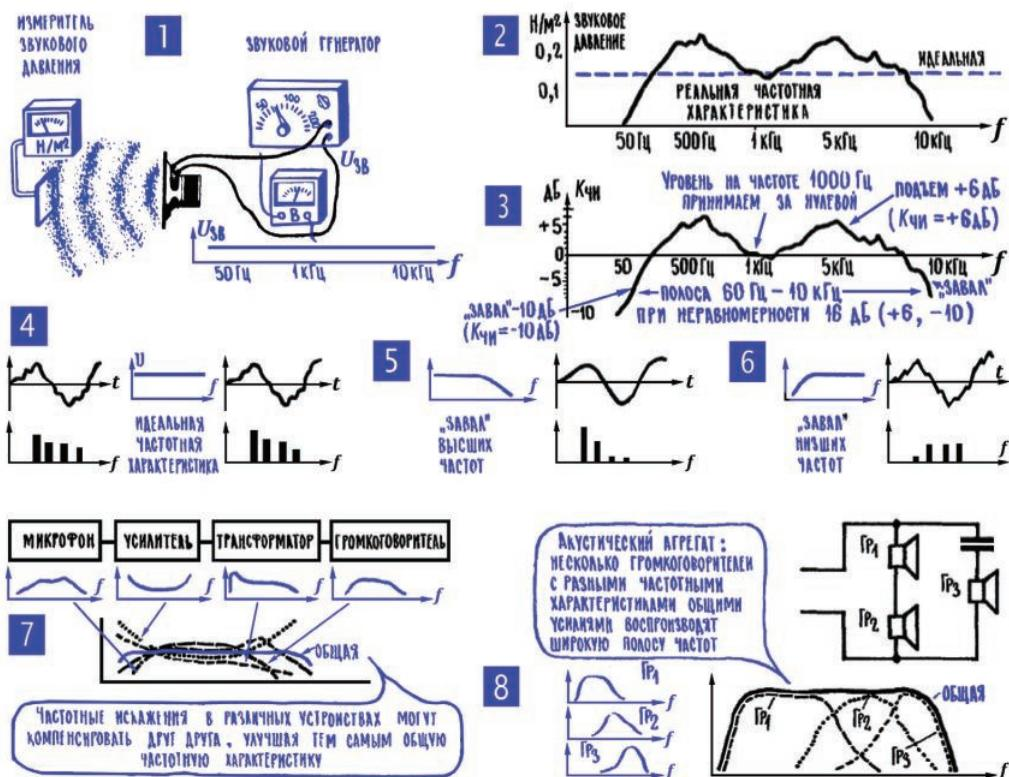
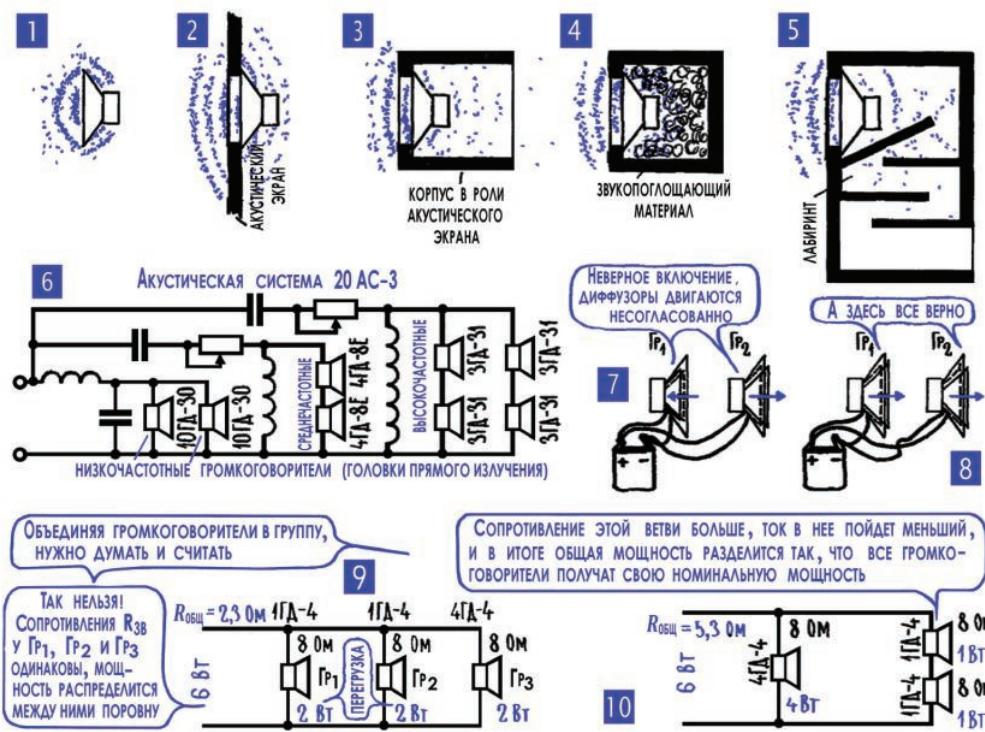

Рис. 8.8. Частотные свойства громкоговорителей (динамиков)
Рис. 8.9. Акустические системы (колонки)
**13. Частотные искажения: в спектре сигнала меняются соотношения между отдельными составляющими.** Другой вид искажений формы сигнала, с которым мы встречаемся в громкоговорителе, а затем еще не раз встретимся в других устройствах, – это частотные искажения. Здесь никакие новые составляющие в спектре не появляются, а меняются соотношения между «старыми» составляющими сигнала (рис. 8.8).
**14. Частотная характеристика громкоговорителя показывает, насколько хорошо он преобразует ток в звук на разных частотах.** С частотными характеристиками мы уже встречались, когда пытались выяснить, как ведут себя те или иные элементы электрической цепи при изменении частоты переменного тока (гл. 6; 18). Для того чтобы получить частотную характеристику громкоговорителя, нужно подвести к нему переменное напряжение, менять частоту этого напряжения (поддерживая все время одинаковой его амплитуду, число вольт) и одновременно измерять звуковое давление (рис. 8.8; 1). Желаемая частотная характеристика громкоговорителя – прямая линия, она говорит о том, что громкоговоритель будет одинаково хорошо преобразовывать ток в звук на всех частотах. Пусть даже не на всех. На всех, пожалуй, и не нужно, идеальным вполне можно было бы назвать громкоговоритель, если бы его частотная характеристика была прямой в диапазоне примерно от 20 Гц до 20 кГц, то есть в том диапазоне, в котором слышит человеческое ухо.
Частотные характеристики громкоговорителя с большим диффузором имеют понижение, или, как принято говорить, завал, в области высших частот – за счет большой инерции большому диффузору, захватывающему большие объемы воздуха, с увеличением частоты все труднее следовать за изменениями тока. Но зато громкоговорители с большим диаметром диффузора хорошо воспроизводят низшие звуковые частоты, и их так и называют – низкочастотными. А маленькие диффузоры, наоборот, легко двигаются на высших частотах, но плохо излучают на низших, за что их и называют высокочастотными. Есть громкоговорители универсальные, они удовлетворительно воспроизводят и весьма высокие частоты, и довольно низкие. Однако же если хотят воспроизвести очень широкую полосу звуковых частот, то создают акустические агрегаты, куда входят и низкочастотные громкоговорители, и высокочастотные (рис. 8.8; 8).
то характеристику эту изображают иначе. Звуковое давление на некоторой частоте, обычно на частоте 1000 Гц, принимают за единицу и на частотной характеристике показывают лишь изменения силы звука (звукового давления) по отношению к этой средней величине. Возле вертикальной оси ставят букву  $K$  или  $K_{\text{чи}}$ , обозначая таким образом коэффициент частотных искажений – он показывает, на сколько децибел (во сколько раз) звуковое давление на данной частоте больше (положительный  $K_{\text{чи}}$ ) или меньше (отрицательный  $K_{\text{чи}}$ ), чем на средней частоте 1000 Гц (рис. 8.8; 3). У идеального громкоговорителя звуковое давление на всех частотах одинаково, а значит,  $K_{\text{чи}}$  всегда равен нулю, частотных искажений нет.
**15. Акустический экран препятствует завалу низших звуковых частот.** Когда диффузор движется вперед, он создает перед собой область сжатия, а позади – область разрежения. Во время обратного движения диффузора область сжатия появляется с тыльной стороны громкоговорителя, а впереди него – область разрежения. Иными словами, громкоговоритель одновременно излучает две звуковые волны (рис. 8.9; 1), причем сдвинутые по фазе на полпериода, на  $180^\circ$ . И если обе эти волны одновременно придут к нашему уху, то мы вообще ничего не услышим – противофазные волны просто скомпенсируют друг друга. В реальном случае полного взаимного «пожирания» звуковых волн не происходит (хотя бы потому, что диффузор вперед излучает эффективнее, чем назад), но ослабить друг друга они могут весьма заметно. Причем главным образом в области низших частот. Дело в том, что звуковая волна, которую создает тыльная, задняя поверхность диффузора, приходит к слушателю путем несколько более длинным, чем основная волна, и появляется некоторый дополнительный сдвиг фаз между этими звуковыми волнами. На высших звуковых частотах, которым соответствуют более короткие волны, даже небольшой разницы в путях от диффузора до уха достаточно, чтобы в прошлом противофазные волны пришли к станции своего назначения – к уху – в полном согласии, в фазе. А вот на самых низших частотах и даже на средних частотах дополнительный сдвиг фаз получается небольшим, и звук заметно ослабляется. Способ борьбы с этой довольно-таки серьезной неприятностью напрашивается сам собой: нужно просто удлинить путь, по которому «задняя» звуковая волна идет к уху. Иногда это делают с помощью акустического экрана (рис. 8.9; 2) – достаточно толстой (10–20 мм) доски из фанеры, дерева или древесно-стружечной плиты.
Деревянный или пластиковый корпус – это не просто декоративная деталь, он сильно влияет на качество звучания, причем сразу несколькими «рычагами». Во-первых, он выполняет роль акустического экрана (рис. 8.9; 3). Во-вторых, корпусу передаются колебания диффузора, и он сам превращается в излучатель звука. Излучатель довольно большой, а значит, увеличивающий звуковую мощность, особенно в самой трудной области – на низших звуковых частотах. Вот почему, конструируя корпуса для акустических агрегатов, думают не только о красоте форм или о внешней отделке. Главное внимание обращается на то, как использовать корпус для улучшения качества звучания, в частности для выравнивания частотной характеристики. Есть несколько приемов формирования необходимых акустических характеристик корпуса. Один из них – размещение громкоговорителей не только на передней стенке, но и на боковых. Это улучшает диаграмму направленности акустического агрегата, он более равномерно излучает звук во всех направлениях, создает ощущение объ-
Для подъема частотной характеристики в области низших частот в корпусе делают специально рассчитанные акустические лабиринты и фазоинверторы (рис. 8.9; 5) – устройства, которые определенным образом поворачивают фазу звуковой волны, создают условия для складывания, суммирования звуков, излучаемых разными участками акустического агрегата. На рис. 8.9; 6, 10 приведены типичные схемы акустических систем. Такие агрегаты, или, как их чаще называют, звуковые колонки, рассчитаны на разные типы громкоговорителей, на разную подводимую мощность. В зависимости от способов соединения громкоговорителей может быть различным и их общее сопротивление (рис. 8.9; 9, 10). Кстати, соединяя громкоговорители в группы, нужно их фазировать – то есть сделать так, чтобы все диффузоры одновременно двигались в одну и ту же сторону. Фазировку проще всего осуществить с помощью гальванического элемента, наблюдая, куда смещается диффузор при подаче тока (рис. 8.8; 7, 8).
Мощности, указанные на рис. 8.8; 9, 10, дают нам повод (таких поводов, правда, и раньше было довольно много) задуматься над проблемой, которая неизбежно ведет к следующей главе. Для создания достаточно громкого звука нужен электрический сигнал мощностью в несколько ватт, а то и в несколько десятков ватт. Даже в карманном приемнике, от которого особой громкости никто не требует, и то нужен электрический сигнал мощностью в десятичные доли ватта.